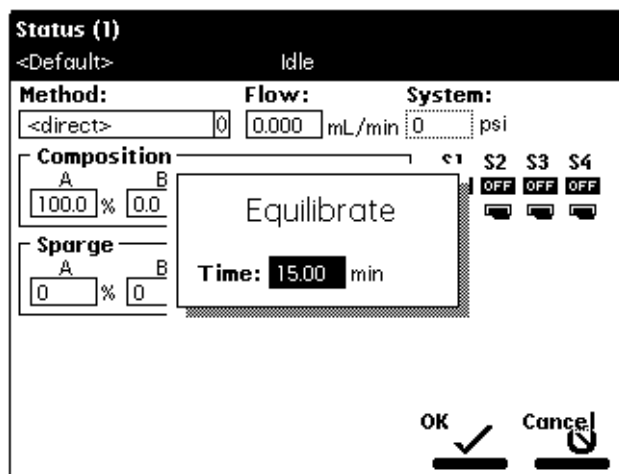

图 4-14 平衡对话框
4. 选择 **Equilibrate (平衡)**，然后按 **Enter**。出现 Equilibrate (平衡) 对话框 (图 4-14)。